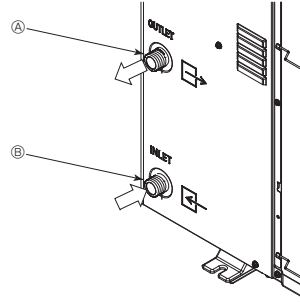

Fig. 6-1
6.1. Su borusu bağlantısı (Fig. 6-1)
- Giriş ve çıkış borularının konumları Fig. 6-1'de gösterilmiştir.
[Fig. 6-1]